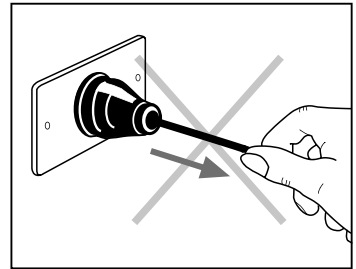

Fig. 2
- No tirar del cable de alimentación o del propio aparato para desconectar el enchufe de la toma de corriente **(Fig. 2)**